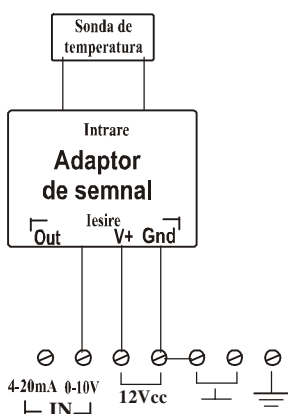
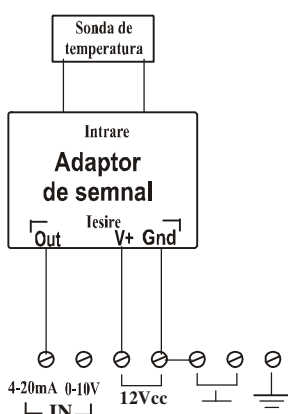
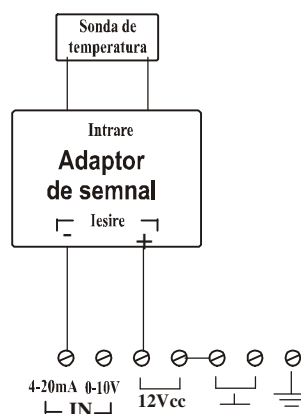

fig 1
fig 2
fig 3
- în cazul în care folosiți un adaptor de semnal cu trei fire, acestea se vor conecta în conectorul cu șapte fire din partea de sus la **"+"**, **"GND"** și **"IN 0...10V"** (fig 1) sau **"IN 4...20mA"** (fig 2) după cum adaptorul de semnal are ieșire în tensiune respectiv în curent;
- în cazul în care folosiți un adaptor de semnal cu două fire, acestea se vor conecta tot în conectorul cu șapte fire din partea de sus la **"+"** și **"IN 4...20mA"** (fig 3).
Alimentarea termoregulatorului se face din secundarul unui transformator cu o tensiune de 12...24Vc.a.. Aceasta se conectează la cele două șuruburi notate cu **"~"**. Se recomandă ca înfășurarea secundarului să fie flotantă și să nu mai alimenteze și alte circuite. Dacă acest lucru nu este posibil atunci trebuie să se țină cont că șurubul **"~"** din stânga este legat în interiorul aparatului la masă (fig 1, fig 2, fig 3).